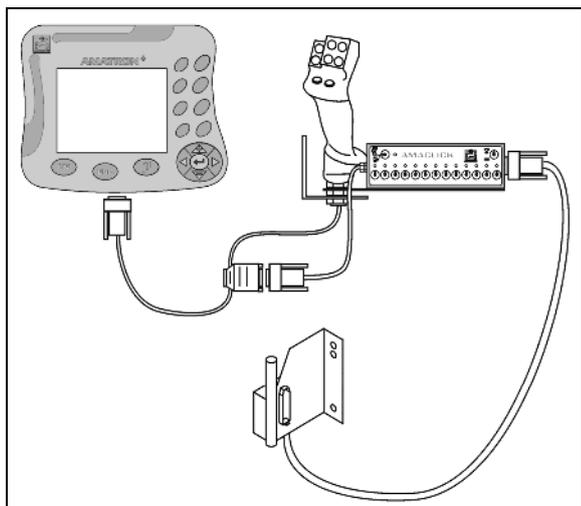

Рис. 134
- с джойстиком в соответствии с Рис. 134;